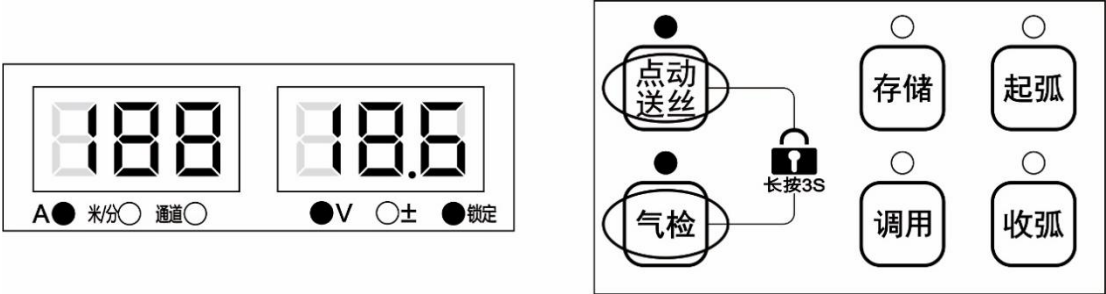

图 3-30 普通锁定界面
1. 选择好焊接参数，同时长按**点动送丝键**和**气体检测键** 3 秒，锁定指示灯点亮，即进入普通锁定界面，如图 3-30 所示。